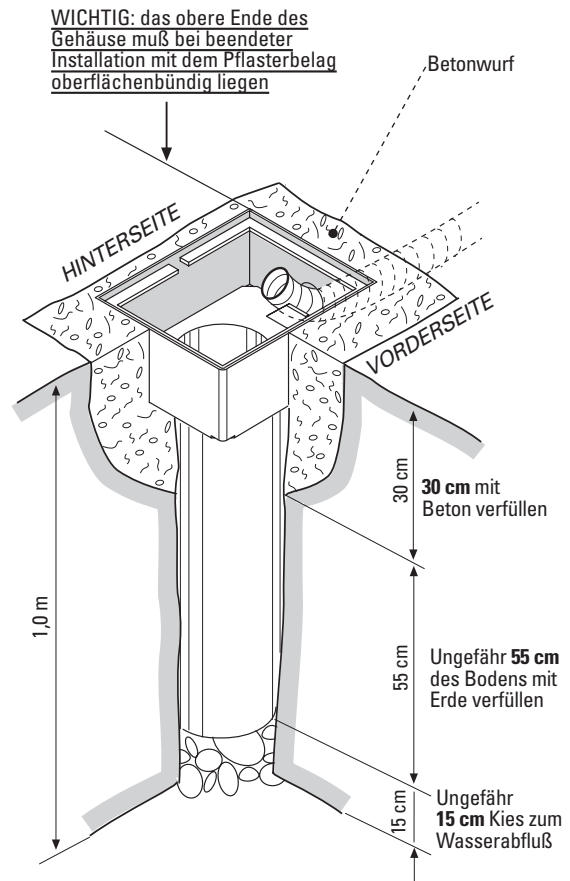

ABB. 6
- Ungefähr 55 cm mit Erde verfüllen während die restlichen 30 cm des Gehäuses mit Beton befestigt werden müssen (Abb. 6)